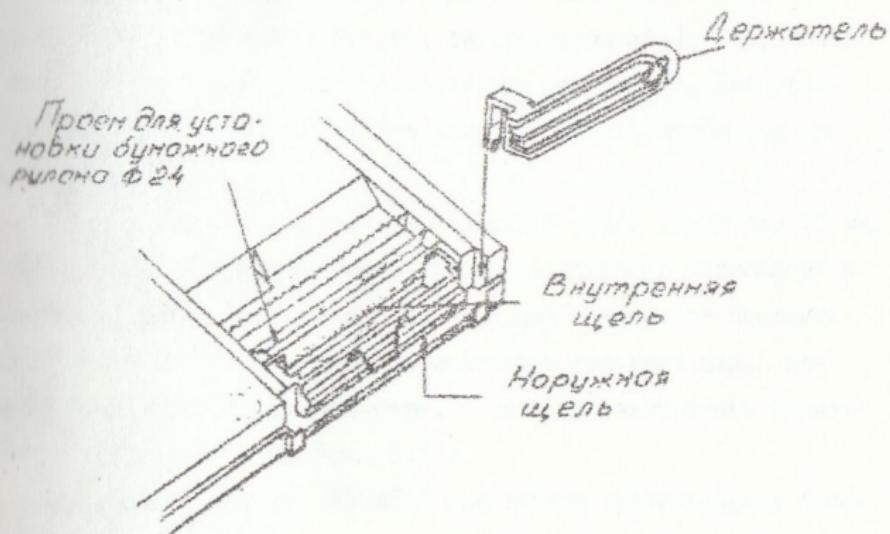

Рис. 6.5
4) пропустите ровно отрезанный конец бумажной ленты через внутреннюю щель плоттера (рис. 6.5);
7) допускается использовать бумажный рулон диаметром 70 мм. В этом случае необходимо снять крышку печатающего устройства и установить два держателя рулона, входящих в комплект поставки. Конец бумажной ленты пропустить сначала в наружную щель для бумаги в корпусе микрокомпьютера, а затем во внутреннюю (приемную) щель плоттера (см. рис. 6.5);